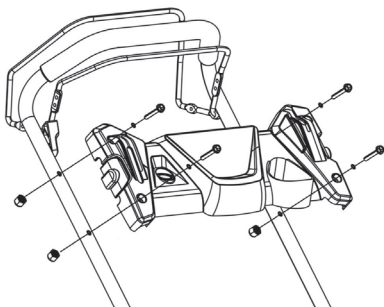

Рис. 5 Установка декоративной панели
5. Установите на рабочую рукоятку декоративную панель и закрепите её болтами и гайками, как показано на Рис. 5.